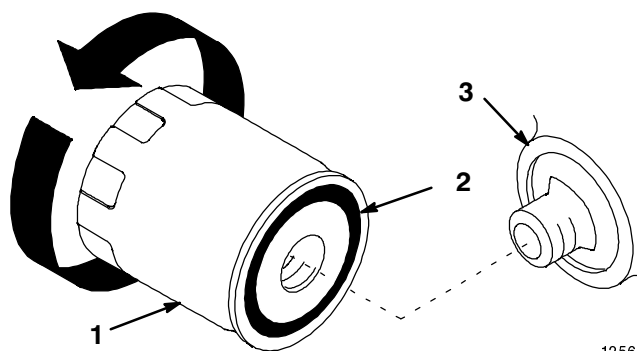

Abbildung 47
2. Den Filter an Hinterachse & Kardanwelle abnehmen und die Dichtungsfläche des Filteradapters (Abb. 47) sauber wischen.
3. Eine dünne Schicht neues Öl auf die Gummi-dichtung am Austauschfilter geben (Abb. 47).
4. Den Austauschfilter am Filteradapter anbringen. Den Filter im Uhrzeigersinn drehen, bis die Gummidichtung den Filteradapter berührt. Dann den Filter um eine weitere 3/4 Umdrehung festdrehen (Abb. 47).